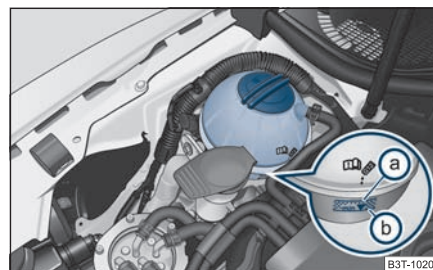

Fig. 204 Compartiment moteur: Vase d'expansion du liquide de refroidissement
- Contrôlez le niveau dans le vase d'expansion de liquide de refroidissement ⇒ fig. 204. Le moteur étant froid, le niveau du liquide de refroidissement doit se trouver entre les marques **(b)** (MIN) et **(a)** (MAX). Il peut légèrement dépasser la marque **(a)** (MAX) si le moteur est chaud. ▶
- Mettez un chiffon sur le bouchon du vase d'expansion du liquide de refroidissement ⇒ page 231, fig. 204 et desserrez **prudemment** le bouchon en le faisant tourner à gauche ⇒ .